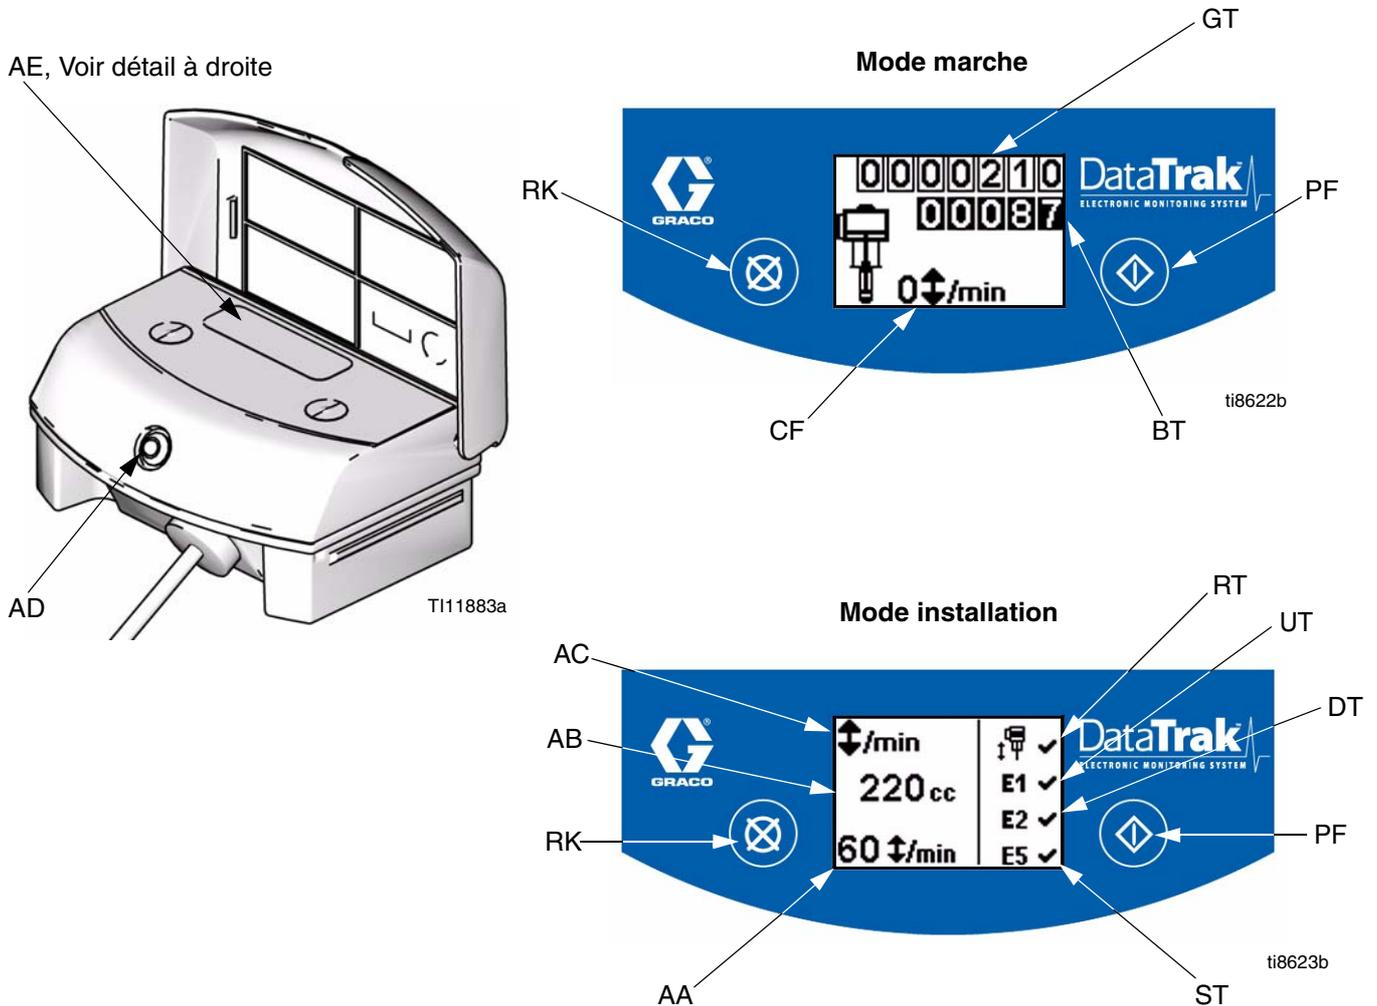

FIG. 7. Commandes et indicateurs de DataTrak
Légende de la FIG. 7
1. Voir FIG. 7. Appuyer et maintenir  pendant 5 secondes jusqu'à ce que le menu d'installation apparaisse.
REMARQUE : Lorsque emballé, les options d'erreur E1, E2, et E5 s'activent, le  s'affiche sur l'écran d'installation. Voir FIG. 7.
1. Voir FIG. 7. Si l'emballage de la pompe se produit, le solénoïde d'emballage enclenchera, arrêtant ainsi la pompe. Le DEL (AD) clignote et l'affichage (AE) indique une condition d'emballage (voir Tableau 1). L'affichage se fera sur six écrans d'instruction.
2. Écrans d'emballage 1 et 2 : Pour réinitialiser le moniteur d'emballage, fermer la vanne d'air principale (E). Attendre que l'air soit complètement expulsé du moteur volumétrique.
3. Écrans d'emballage 3 et 4 : Après expulsion complète de l'air, presser sur le bouton de libération du moniteur (J) vers le bas pour réactiver la vanne d'air. Le bouton ressortira lorsque la vanne d'air sera repressurisé.
5. Ouvrir la vanne d'air principale (E) pour remettre en marche la pompe.
REMARQUE : Pour désactiver la surveillance d'emballage, aller en mode d'installation et définir la valeur d'emballage à 0 (zéro) ou volet (RT), ou basculer,  (Voir FIG. 7).
1. Voir FIG. 7. Pour entrer en mode d'amorce/rinçage, appuyez sur n'importe quelle touche pour activer l'affichage, puis appuyez sur . Le symbole de d'amorce/chasse apparaîtra dans l'affichage et le
Voir FIG. 7. Le dernier chiffre du totalisateur de lot (BT) représente des dizaines de gallons ou de litres. Pour réinitialiser le totalisateur, appuyer sur une touche pour activer l'affichage, puis appuyer et maintenir  pendant 3 secondes.
Voir FIG. 7. L'affichage (AE) s'éteindra après 1 minute d'inactivité en mode de fonctionnement ou 3 minutes en mode d'installation. Appuyer sur n'importe quelle touche pour activer l'affichage.
DataTrak peut diagnostiquer plusieurs problèmes avec la pompe. Lorsque le moniteur détecte un problème, le DEL (AD, FIG. 7) clignotera et un code de diagnostic apparaîtra sur l'affichage. Voir Tableau 1.